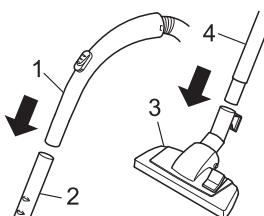
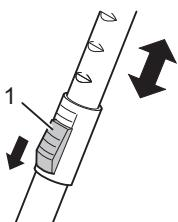

Abb. 3
Abb. 4
2. Stecken Sie den Handgriff (Abb. 3/1) in das obere Ende des Teleskoprohrs (Abb. 3/2).
3. Stecken Sie die Bodendüse (Abb. 3/3) auf das untere Ende des Teleskoprohrs (Abb. 3/4).
4. Stellen Sie die Länge des Teleskoprohrs ein. Drücken Sie dazu die Teleskoprohr-Arretierung (Abb. 4/1) nach unten. Ziehen Sie dann das Teleskoprohr am Handgriff (Abb. 3/1) auf die gewünschte Länge. Zum Verriegeln lassen Sie die Teleskoprohr-Arretierung beim Ziehen los. Sie hören ein deutliches Klicken.